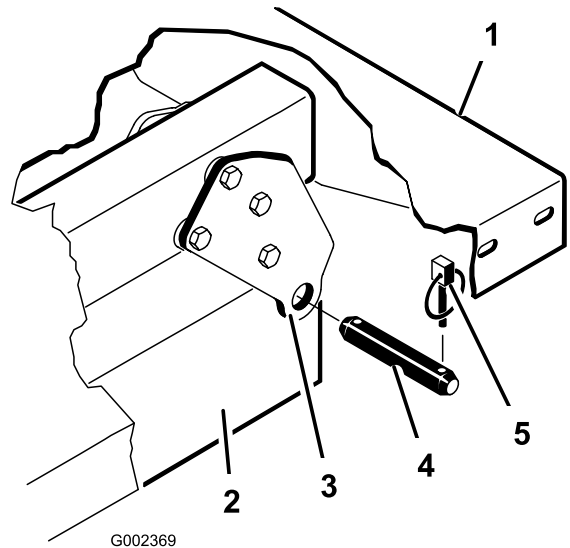

Figura 33
**Nota:** Assicuratevi che le piastre orientabili posteriori siano imbullonate al telaio/profilato del pianale in modo tale che l'estremità inferiore sia spostata verso la parte posteriore (Figura 33).